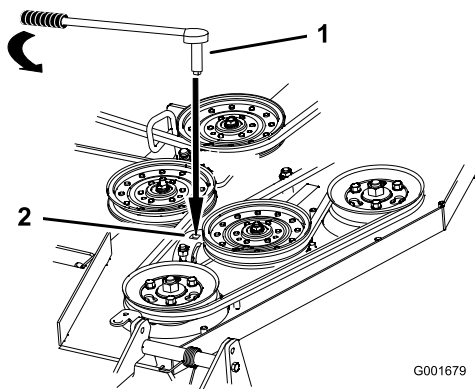

Figura 50
7. Inserite nel foro quadrato del braccio di rinvio fisso un cricchetto provvisto di una breve prolunga, o una barra idonea (Figura 50).